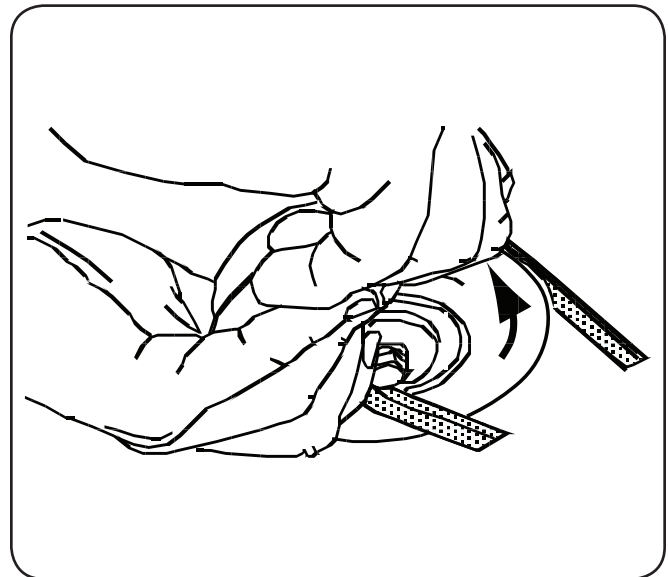

Figura 7-10
9. Tire del lado derecho de la correa y coloque el lado V angosto de la correa en la polea de la PTO. Consulte Figura 7-10.